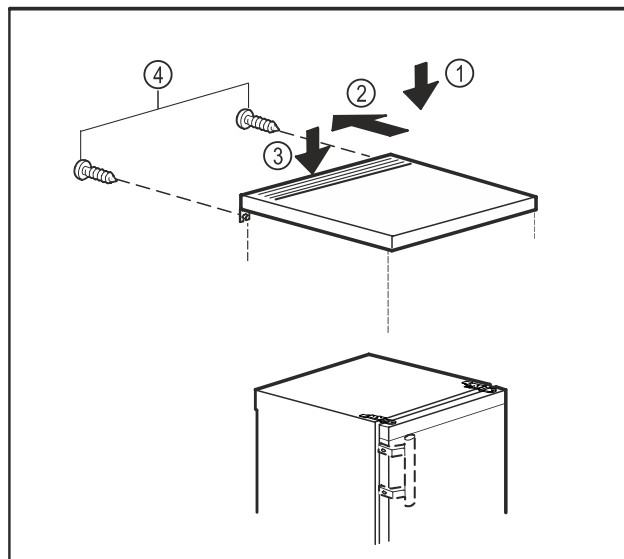

Fig. 10
- Plaats het tafelblad op het apparaat. Fig. 10 (1)
- Duw het tafelblad naar achteren. Fig. 10 (2)
- Druk het tafelblad aan de achterkant naar beneden. Fig. 10 (3)
- Draai de schroeven aan de achterkant vast. Fig. 10 (4)